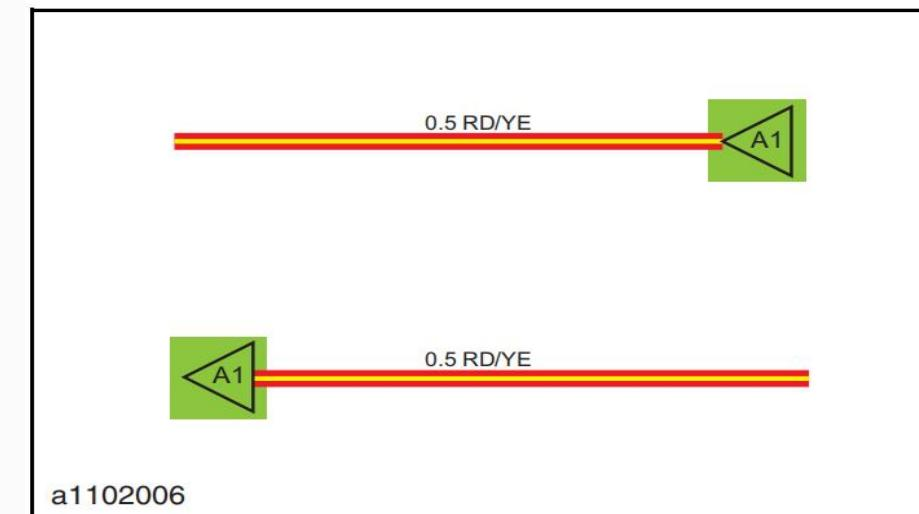

图1-9 转下一页标识
16.如果一个系统内容较多，线路需要用多页表示时，线路起点用箭头A1 表示，线路到达点则用箭头A1 表示，如一张图中有一条以上的线路转入下页，则分别以 B、C 等字母表示，以此类推。如图1-9所示。